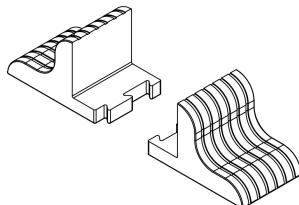

Figura 5.3: Base de apoio
- Retire as bases de apoio dos acessórios. A base é apresentada na Figura 5.3.